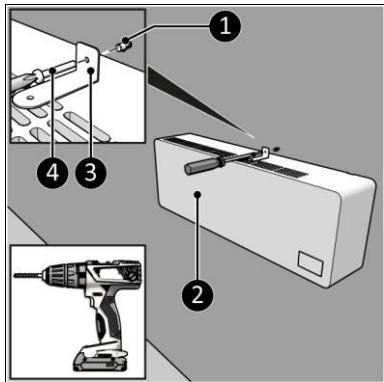

Figura 9
- Așezați consola furnizată pe partea de sus a încălzitorului (Figura 9, poz.2) cu partea scurtă spre perete.
- Faceți o gaură la locul însemnat și introduceți o mufă (Figura 9, poz. 3).